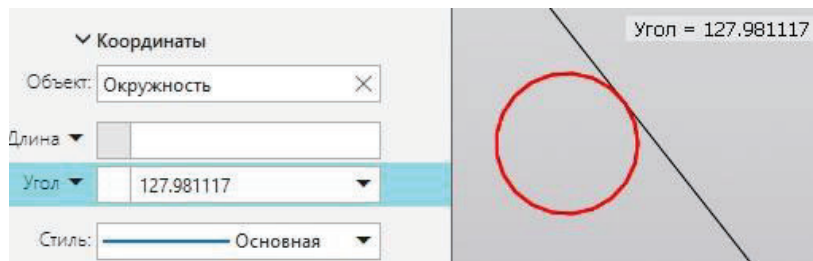

Рисунок 1.17 – Касательный отрезок через точку кривой
**1.5 Касательный отрезок через точку кривой.** Для использования команды касательный отрезок через точку кривой необходимо выбрать окружность, скругление или часть дуги. Указать длину нового отрезка (рисунок 1.17).